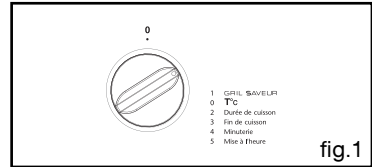

fig.1
- positionnez le sélecteur de programme sur la position “minuterie” (fig.1). Le symbole minuterie  -> 0.00 et un petit sablier clignotent.